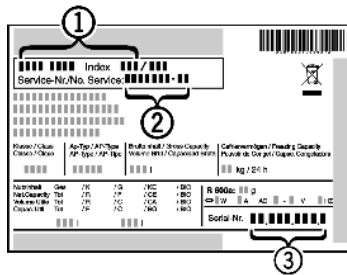

Fig. 15
- Relever la désignation de l'appareil *Fig. 15 (1)*, le n° de service *Fig. 15 (2)* et le n° de série *Fig. 15 (3)* sur la plaquette signalétique. Cette plaquette se trouve sur la paroi intérieure gauche de l'appareil.
- Informer le S.A.V. et lui communiquer la panne, la désignation de l'appareil *Fig. 15 (1)*, le n° de service *Fig. 15 (2)* et le n° de série *Fig. 15 (3)*.